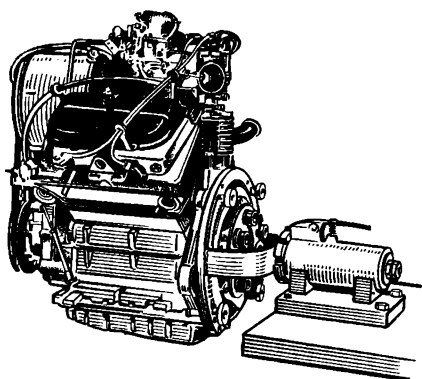

Рис. 33. Установка двигателя на поворотном приспособлении
- установить двигатель на поворотное приспособление М9832-241 (рис. 33);